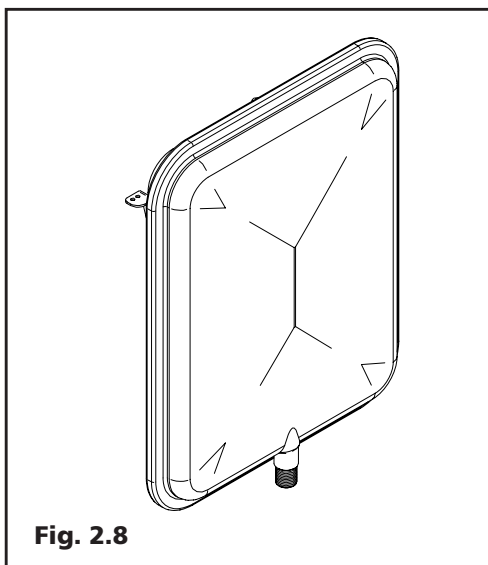

Fig. 2.8
2.7 Vaso di espansione (Fig. 2.8)